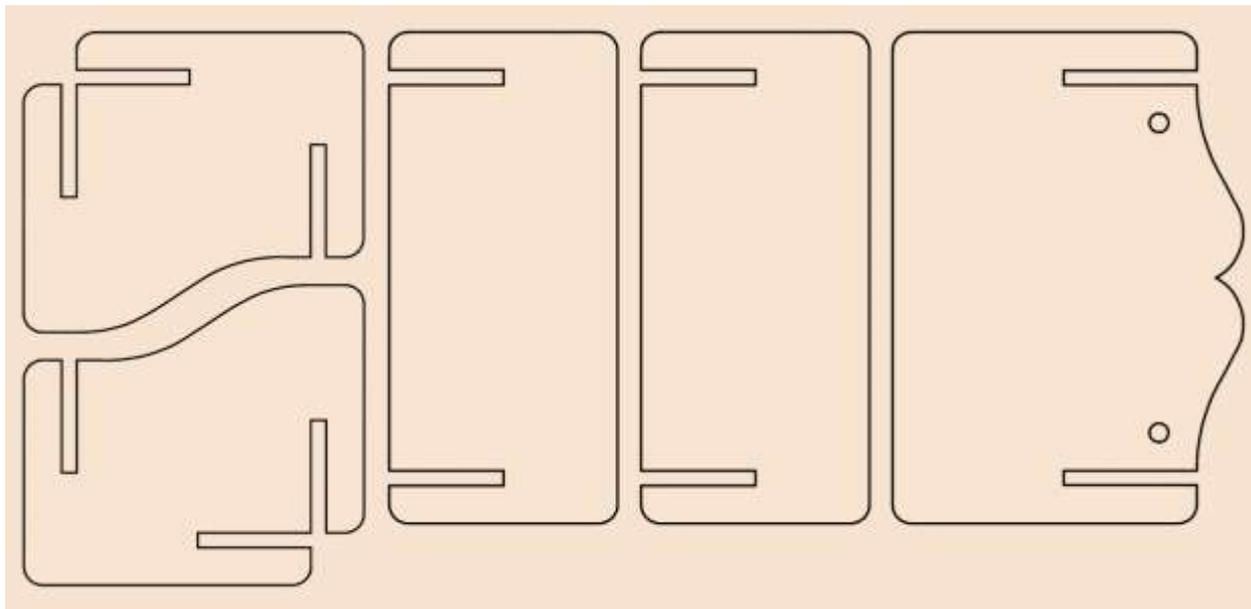

Рис. 2
2. Для экономии материала эскизы деталей следует располагать на фанерной заготовке согласно Рис. 2.